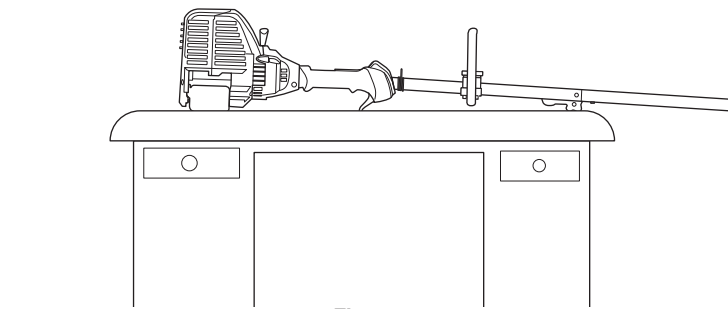

Fig. 17
2. **Réglez l'appareil sur une surface plane**, comme un établi ou une table. Le bouclier de la tête de coupe devrait pendre sur le bord, de sorte que le moteur est de niveau (Fig. 17).